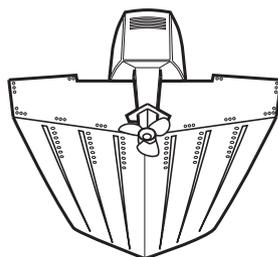

Рис. 1:
* Исключительно важно разместить излучатель там, где он не будет находиться в области завихрений воды. Когда судно движется по воде, завихрения воды создаются весом судна и вращением винта. Наибольшие завихрения воды возникают за ребрами и другими выступами на днище судна, а также в зоне, находящейся непосредственно за винтом (рис.1). На судах с подвесным или полустационарным мотором следует размещать излучатель на расстоянии не менее 40 см от винта (винтов).